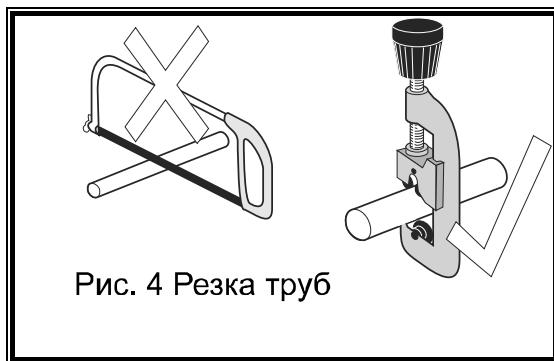

Рис. 4 Резка труб
- b) для нарезки труб используйте труборез. Не используйте ножовочную пилу во избежание большого количества металлической стружки (см. рис. 4).